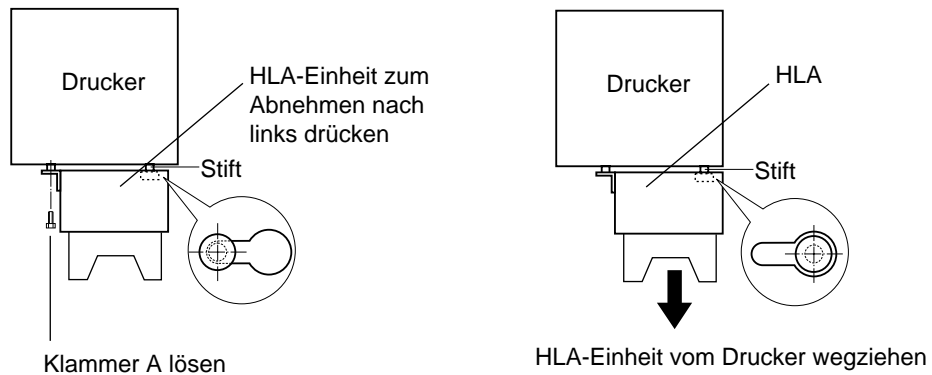

Abbildung 3-69 Konfiguration von Druckerverbindungsstift und HLA-Positionierungsöffnung
2. Abbildung 3-69 zeigt eine Detailansicht des Verbindungsstifts und der Positionierungsöffnung.